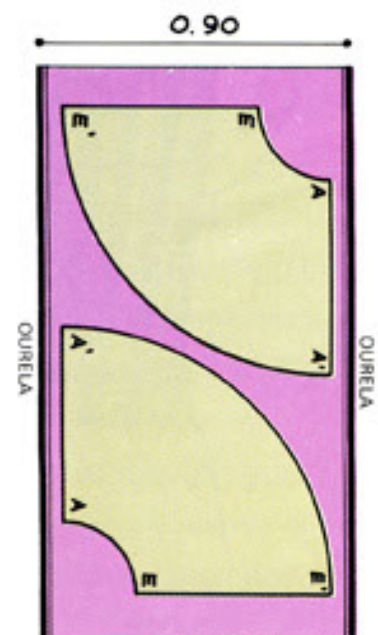

FIG. 2
3. Procure sempre colocar os moldes no tecido, fazendo a coincidência das listras, de baixo para cima, seja em saias (fig. 1), seja em blusas, (fig. 2), casacos, casaqui-
Segunda maneira (fig. 2) – Corte o molde duas vezes, de maneira que AA' e EE' coincidam com fio reto, um dos lados se colocando junto à ourela e o outro atravessado no tecido. Nestas condições a saia terá duas costuras que, normalmente, se colocam nos lados para que a frente e as costas fiquem em pleno viés, como exige:
saia godê. O zíper será montado na lateral esquerda. Se distribuir os dois moldes em sentidos inversos, como mostra a fig. 2, haverá economia de tecido. Compare as duas figuras e notará a diferença.